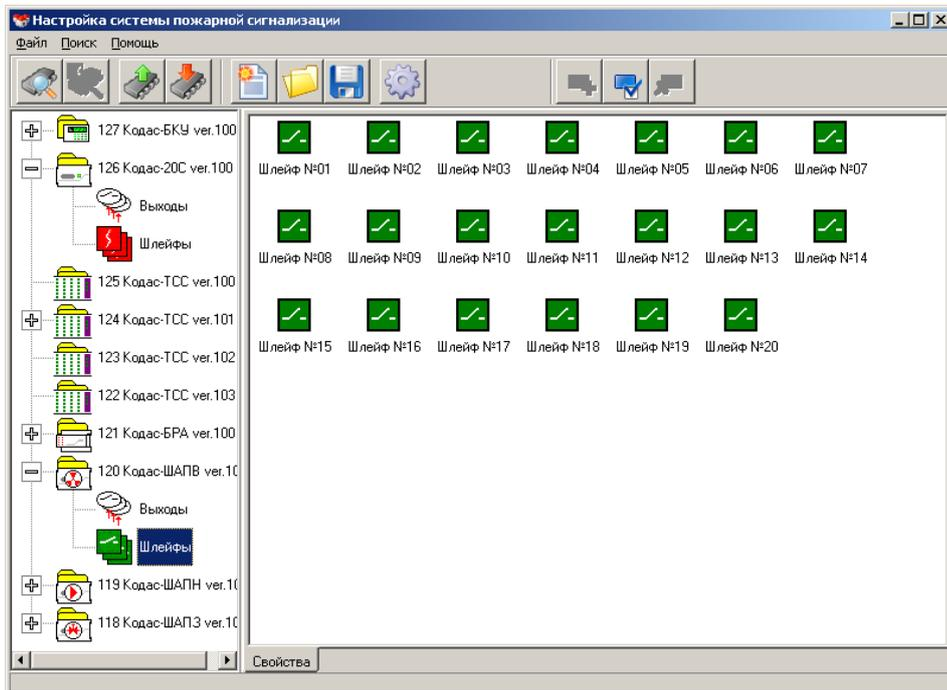

Рис. 32
5. настройки технологических шлейфов сигнализации (рис.32,34, п. 5.4.3).